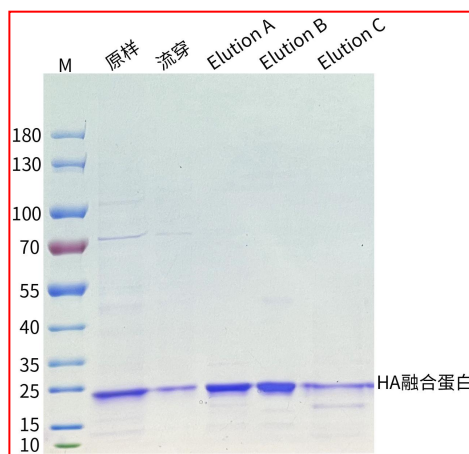

图 2. Magneti-Q Anti-HA Beads 纯化分泌蛋白的 SDS-PAGE 电泳图
- e. 对洗脱产物进行 SDS-PAGE 电泳, 结果请见图 2。